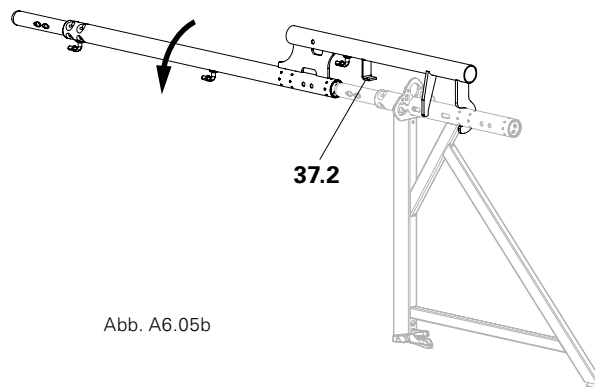
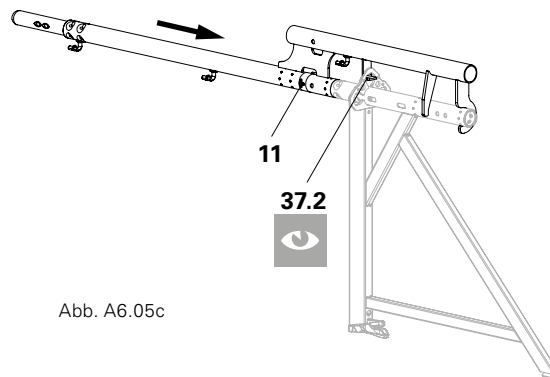

Abb. A6.05b
Abb. A6.05c
2. Schutzwandpfosten gerade drehen und auf den Zapfen der Konsole ECM aufstecken und die Hakenlasche (**37.2**) von oben in die Riegelaufnahme der Rosette einhaken. (Abb. A6.05b + Abb. A6.05c)
→ Schutzwandpfosten ist vormontiert. (Abb. A6.05c)